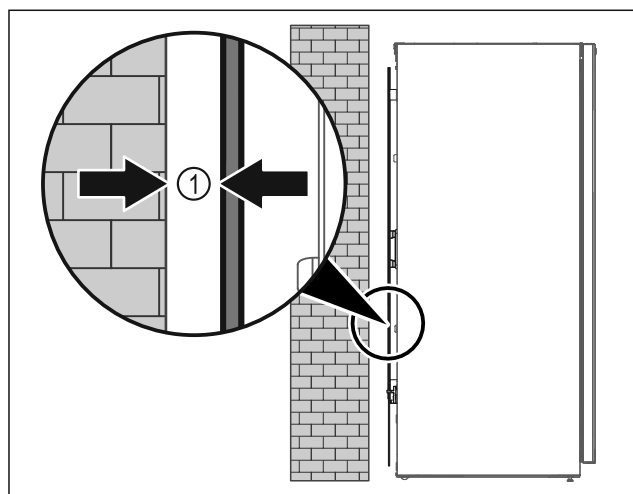

Fig. 10
- Posizionare l'apparecchiatura in un punto a piacere del locale (libera installazione) oppure addossato a una parete a una distanza minima di 5 mm Fig. 10 (1).